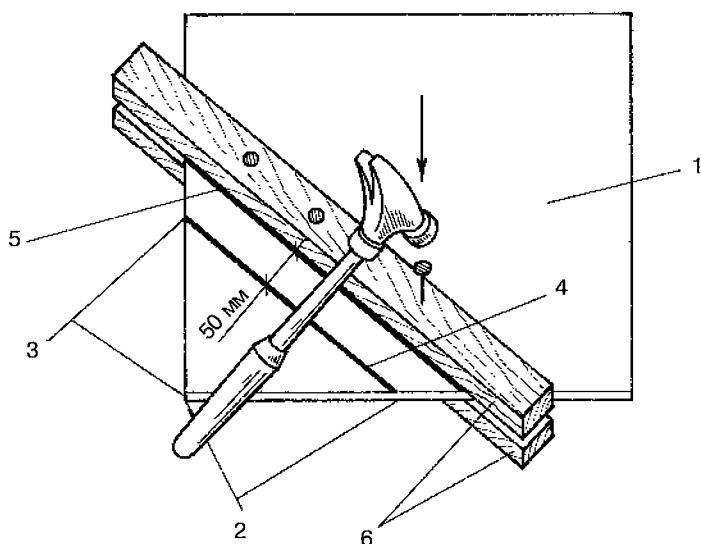

Рис. 74. Первый этап изготовления шаблона для ремонта лестницы:
Для того чтобы осуществить ремонт лестницы качественно и не тратить лишнего времени на разметку ступеней, которые следует заменить, необходимо в первую очередь изготовить типовой шаблон (рис. 74, 75) из прямоугольного листа фанеры. Для этого на одной стороне прямого угла нужно нанести высоту подступенка, а на другой — ширину проступи. Затем через две полученные точки провести опорную линию (4). Отступив от нее 50 мм, провести вторую линию (5), которая должна проходить параллельно опорной. Эта линия соответствует верхней кромке тетивы ремонтируемой лестницы. Далее с обеих сторон к фанерному листу следует прибить две рейки (6), края